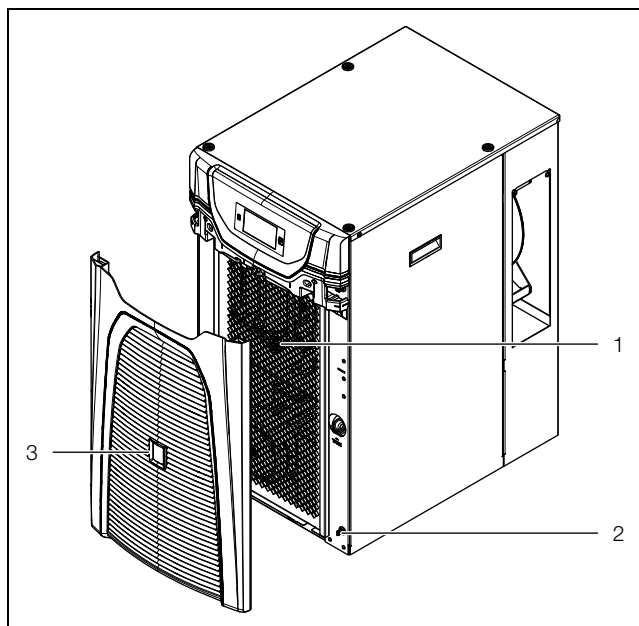

Fig. 31: Rimozione della griglia di aerazione 3320200 e 3334300
■ Nella parte anteriore del chiller, rimuovere la griglia di aerazione (fig. 31, pos. 3) staccandola dalla clip di fissaggio (fig. 31, pos. 2) e riporla in un luogo sicuro.